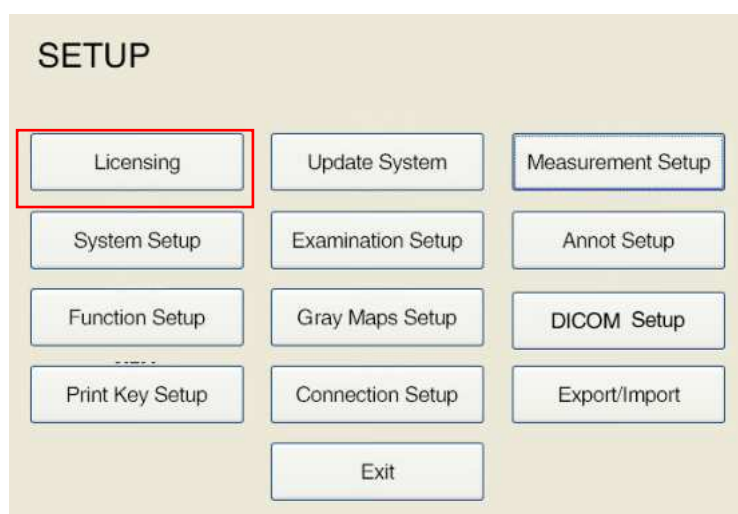

Fig. D-4 Tela principal de configuração
1) Toque em **Setup** na tela de toque para abrir a **tela SETUP**, como mostrado na Fig. D-4.